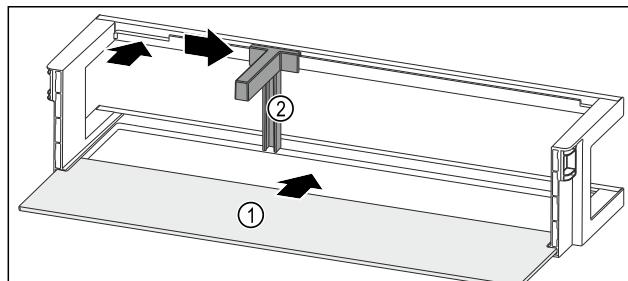

Fig. 53 Rafti i derës me raft mbajtës
- Futni raftin mbajtës Fig. 53 (1) në foletë anësore.
- Vendosni mbajtësen e shisheve Fig. 53 (2) te foleja.
- Shtyni anash mbajtësen e shisheve Fig. 53 (2) në pozicionin që dëshironi.